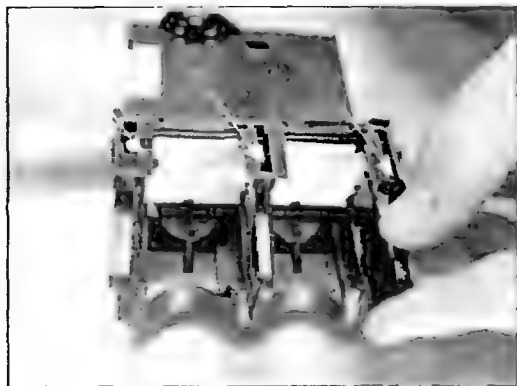

Рис. 2.12
8. Отгибают три защелки (рис. 2.12) и снимают направляющую под установку картриджей, повернув ее по окружности.